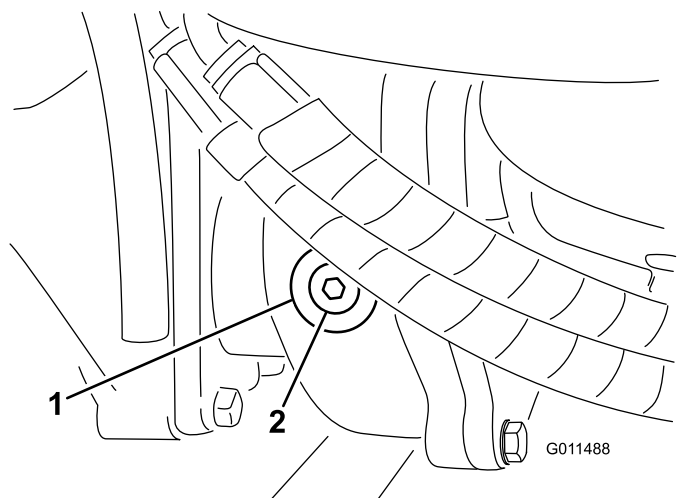

Figura 93
2. Togliete il tappo di controllo/riempimento dal lato sinistro del riduttore e verificate che il lubrificante raggiunga la base del foro (Figura 93).